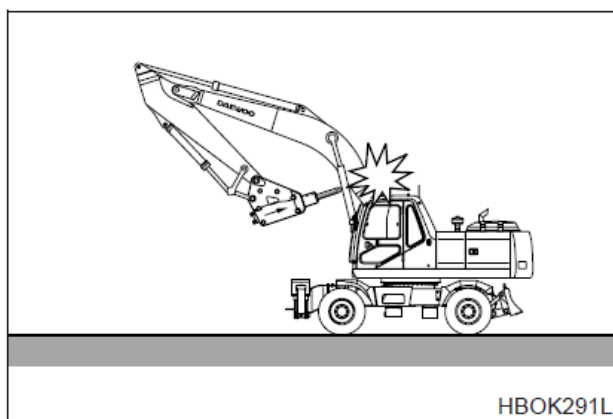

Рис. 80
9. НЕ убирать инструмент дробилки в стрелу или рукоять при движении или парковке экскаватора. (Рис. 80)